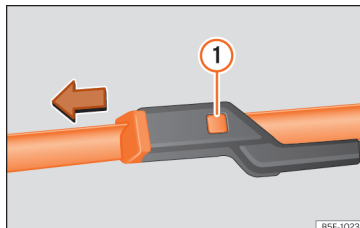

Abb. 83 Scheibenwischerblatt Frontscheibenwischer auswechseln.
- Drücken Sie die Entriegelungstaste **①**
- » **Abb. 83.**